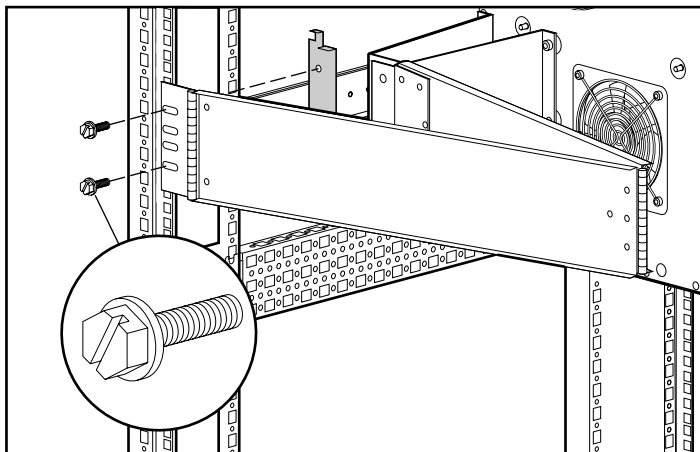

Figure 3-15 : Fixation du bras guide-câbles au montant
3. Fixez le bras au rack, à l'aide de deux vis 10-32 x 5/8 à têtes hexagonales, comme décrit à la figure 3-15.